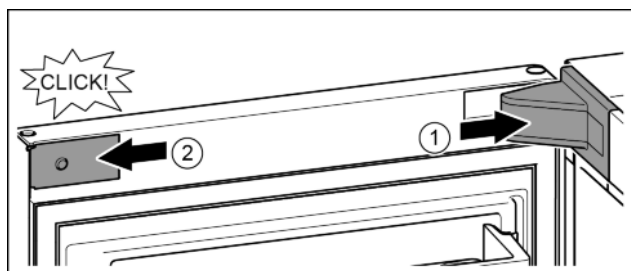

Fig. 24
- Поставете и фиксирайте капка на лагерната стойка, при нужда внимателно го натиснете настрани. Fig. 24 (1)
- Поставете странично капачката и я фиксирайте. Fig. 24 (2)